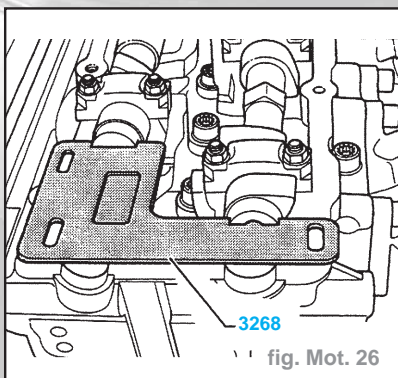

fig. Mot. 26
- La règle pour arbres à cames 3268 doit pouvoir être engagée dans la rainure de l'arbre à cames long et arriver à ras de l'épaule de l'arbre à cames court (fig. Mot. 26).